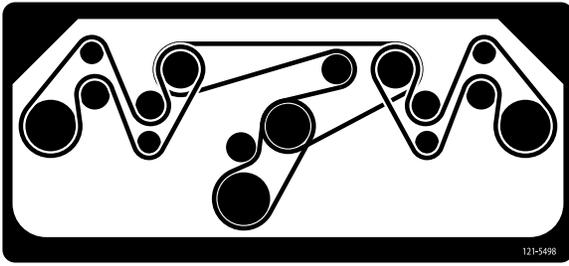

Figura 26
4. Enrute la correa nueva alrededor de las poleas y del conjunto de la polea tensora, como se muestra en la Figura 26.